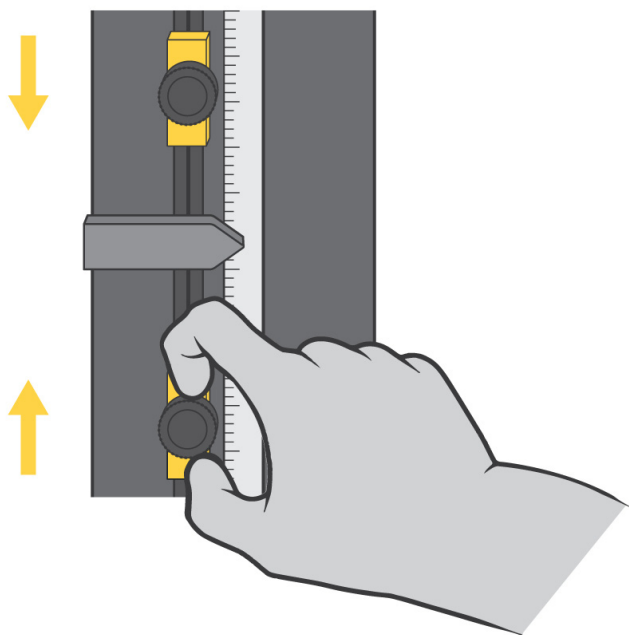

Figura 26. Impostazione degli arresti di fine corsa
Gli arresti di fine corsa della traversa sono due blocchi regolabili montati su un'asta degli interruttori di fine corsa che si trova all'interno della colonna della macchina, come mostrato nella Figura 26 a pagina 130. Gli arresti di fine corsa (1 e 2) hanno viti a testa zigrinata che è possibile serrare e rilasciare a mano e che possono essere spostate in qualsiasi posizione sull'asta del fine corsa. Posizionare questi arresti appena oltre i parametri della prova per impedire che la traversa si sposti eccessivamente. Quando la traversa raggiunge la corsa massima preimpostata, l'attuatore del fine corsa (3) viene a contatto con uno di questi arresti. Il contatto tra l'attuatore del limite e il fine corsa sposta l'asta del fine corsa (4) e attiva gli interruttori di limite. In questo modo viene interrotto lo spostamento della traversa.